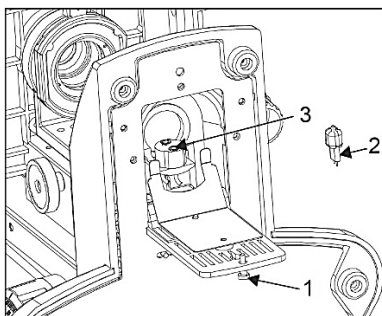

Fig. 13
1. Jalar el perno de bloqueo (1) de la parte inferior para abrir la puerta del alojamiento de la lámpara (fig.13).
2. Sostener el foco de halógeno (2) sin sacarlo de la bolsa de polietileno para no tocarlo y mancharlo con huellas dactilares y empujarlo hacia los huecos de la clavija del socket (3). Después de colocar, retirar la bolsa de polietileno.